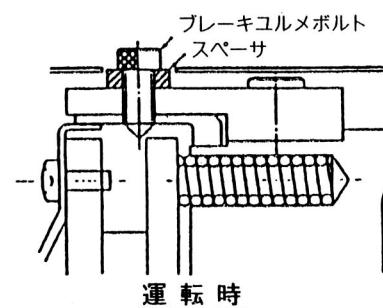

図 5
- (2) ブレーキを解放した後、再びもとの状態に復帰させる場合は、安全のため(1)で取りはずしたスペーサを元どおりに取り付けてください。(図5参照)